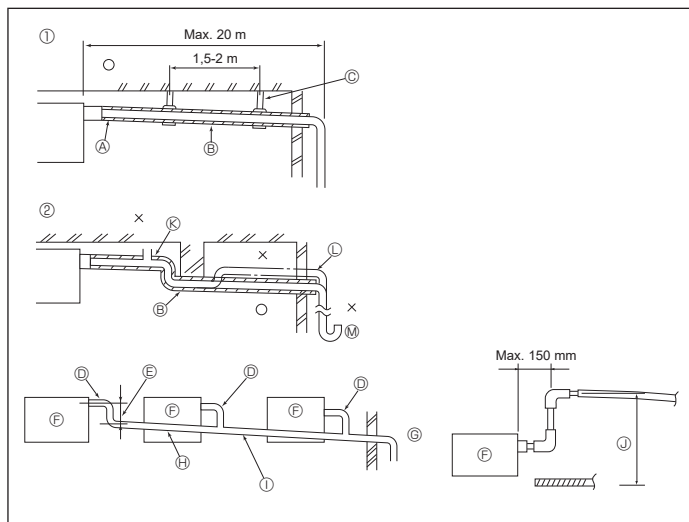

Fig. 6-1
6.1. Installatie van draineerbuizen (Fig. 6-1)